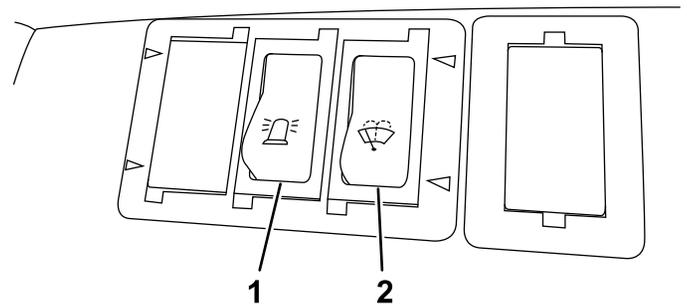

Figura 6
L'interruttore del tergivetro/lavavetro del parabrezza (Figura 6) è montato sul lato sinistro del rivestimento del tetto.
Premete l'interruttore della luce di segnalazione sul fondo (Figura 6) per accendere la luce lampeggiante. Premete l'interruttore in alto per spegnere la luce lampeggiante.
1. Premete il fondo dell'interruttore per avviare il tergicristallo del parabrezza (Figura 6).